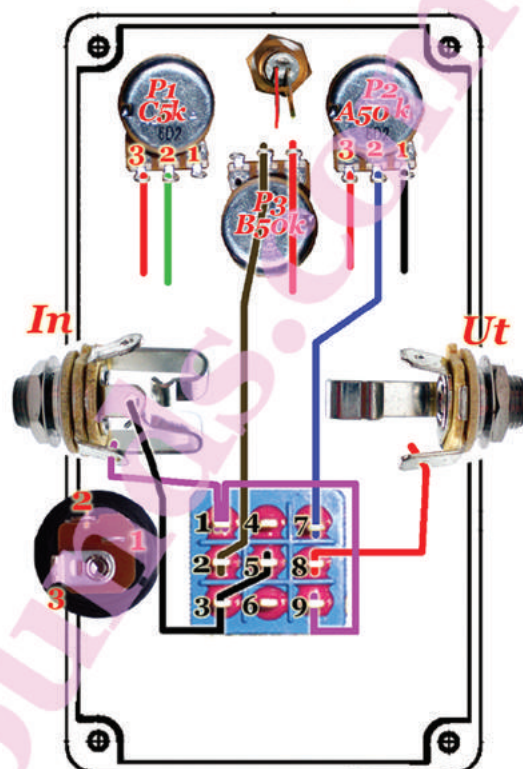
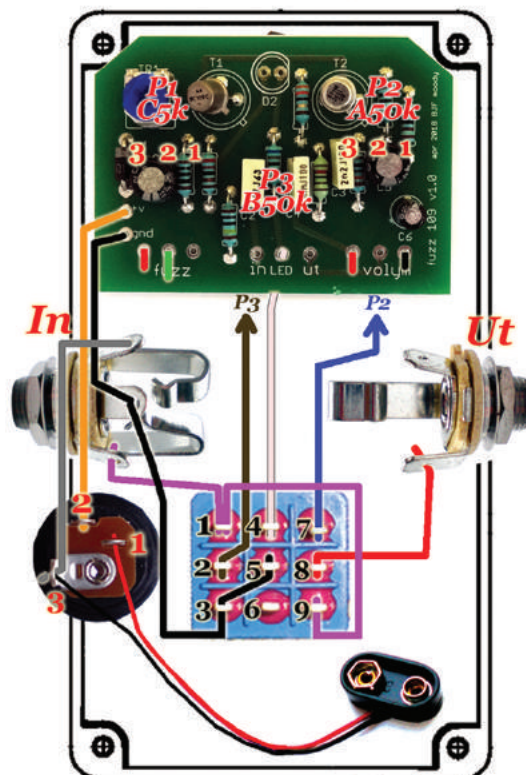

Bild 2. Pedaldelarna monteras i lådan och de första sladdarna ansluts.
Bild 3. Kortet monteras på lysdioden och sladdar ansluts mellan kortet och de olika delarna.
Fotokopplaren S1 har 9 stift. Vi numrerar dem 1 till 9. **För att omkopplingen ska bli rätt måste S1 monteras i boxen med stift parallella med lådans kortsidor**, se bild 2 och bild 3. Det är ok att rotera den 180 grader med avseende på denna riktning (men inte 90 grader).
8. Potentiometrarnas värden står angivna vid deras axar. P1 ska styra Fuzz och dess värde är 5k. Dess resistanskurva är "omvänt logaritmisk" och det betecknas med "C". Hitta P1 = C5k och montera den i lådan, till vänster, "pedalbyggarvy", se bild 2. Identifiera och montera även P2 och P3.
## De första sladdarna ansluts enligt bild 2
17. Lysdioden D1 kommer att hålla kortet på plats i lådan. **Vrid D1 så att dess längsta ben är vänt åt vänster, jämför med bild 2!** Stick D1's ben genom dess hål på kortet. Tryck ned kortet så att det ligger mot apparatfötterna. Om sladdar valdes lagom långa i steg 16 så är de inte i vägen för telekontakterna.